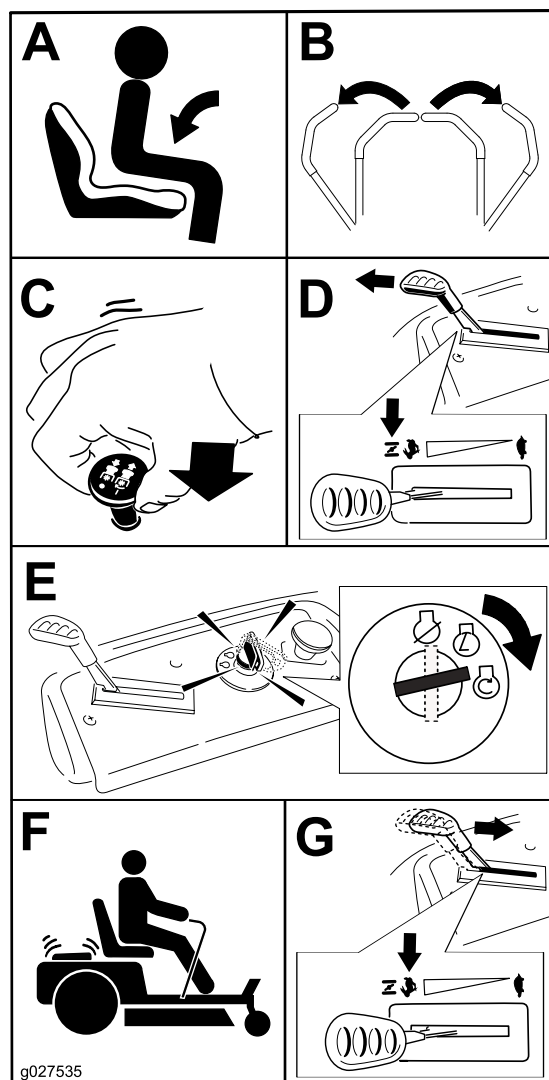

Figura 22
**Nota:** Può essere necessario tenere la leva sullo stop, nella posizione dello starter, nel tentativo di avviare il motore (Figura 22).